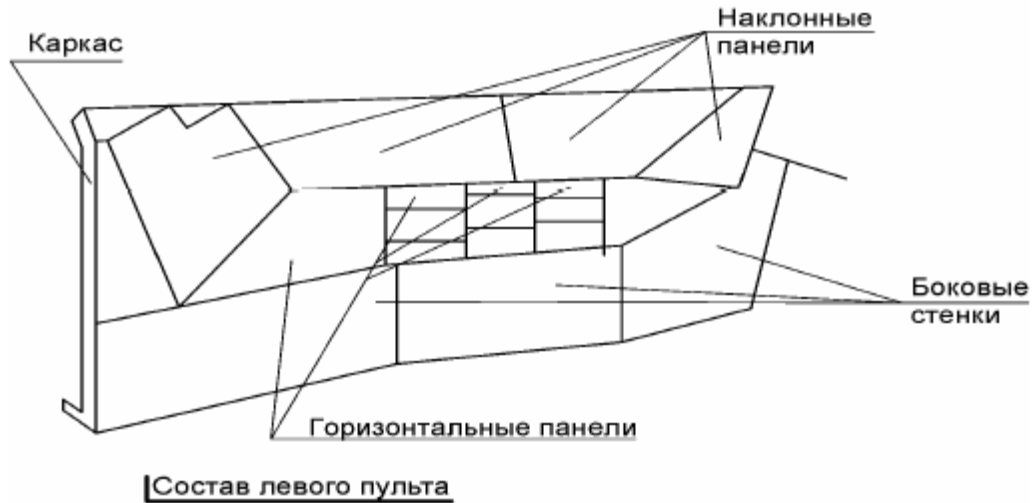

Рис. 1.4. ЛЕВЫЙ ПУЛЬТ ПИЛОТОВ
**Левый пульт пилотов** предназначен для размещения приборов, пультов управления, панелей освещения и обогрева (рис. 1.4).